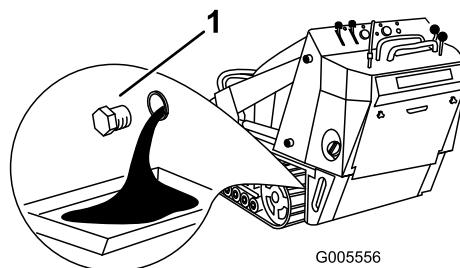

Рисунок 37
- Снимите маслосливную пробку (Рисунок 37).